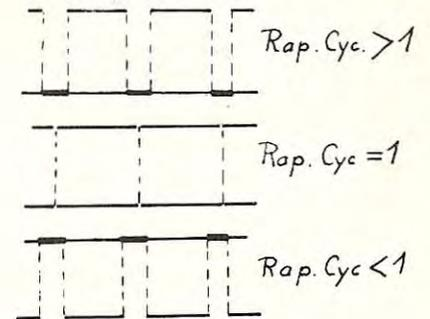

Fig. IX-24. — Détermination du rapport cyclique de 1 avec oscilloscope du type Relax.
- Remettre sous tension et constater que la fréquence est plus élevée. Tourner le Pot. pour amener le rapport cyclique exactement à 1 (fig. IX-24). Connecter un voltmètre 10 V entre S_2 et le +. Relever très soigneusement l'indication qui doit être voisine de la 1/2 tension batterie (à peu près 2,5 V). Faire varier la fréquence par la Raj. 47 k Ω , retrouver par Pot. le rapport de 1 et constater que le voltmètre indique à nouveau la même tension.